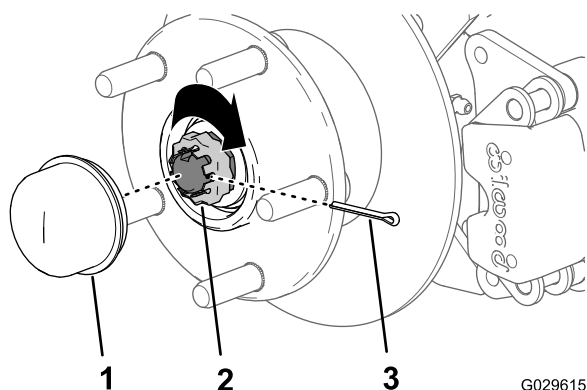

Figura 34
8. Instale o retentor por cima da porca e verifique o alinhamento da ranhura no retentor e o orifício no eixo para o contrapino (Figura 34).
9. Coloque o contrapino e dobre as pernas em torno do retentor (Figura 34).
10. Coloque o tampão antipoeira no cubo (Figura 34).